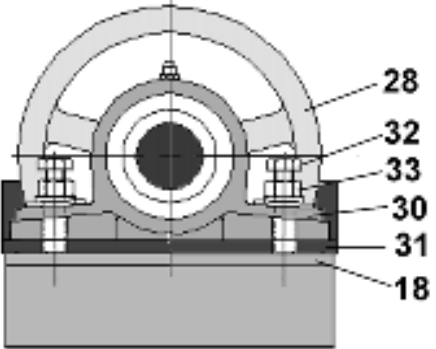

Рис.9
Примечание: если регулировку барабанов (28) производится без установленной шлифовальной ленты, необходимо учитывать разницу толщин шлифовальных лент на переднем и заднем барабанах, Рис.9.
10.2.4. Для регулировки положения барабана (28) необходимо ослабить положение болтов (29) и гаек (33). Положение барабанов (28) регулируется болтами (32). Корпус подшипника (30) закреплён (прикручен) на уголке (31). При закручивании болт (32) упирается в полку корпуса шлифовального станка (18), приподнимает шлифовальный барабан (28). Положение барабанов (28) необходимо фиксировать гайками (33) и надёжно закреплять болтами (32).